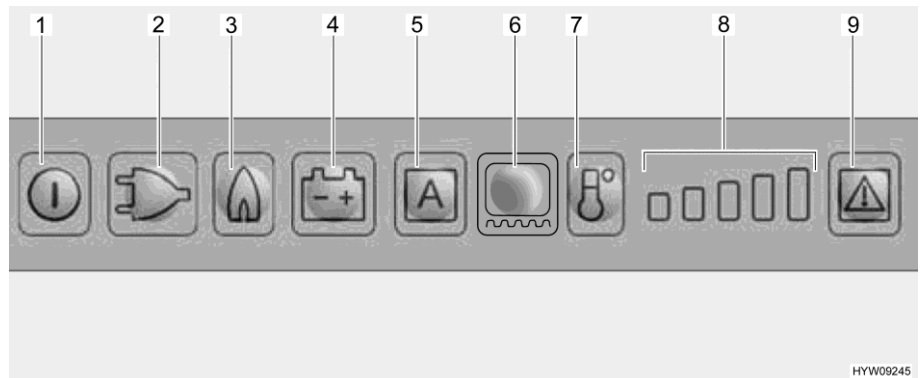

Bild 160 Lysdiödsreglage (kylskåp Dometic)
När gasdriften väljs öppnas tändsäkringen automatiskt så att gas kan strömma till brännaren. Samtidigt tillkopplas den elektroniska tändaren. Om gaslågan skulle slockna, t. ex. på grund av att det blåser, aktiveras tändaren direkt igen och tändar gasen. Vid störningar i gasdrift blinkar ljusknapparna Gas (Bild 160,3) och Störning (Bild 160,9) och det låter i 20 sekunder en akustisk signal.
- Tryck på på/av-knappen (Bild 160,1) i cirka 2 sekunder. Kylskåpet slår på sig, det senast inställda driftläget indikeras.
- Välj driftläge: ■ Tryck in de belysta knapparna för önskat driftläge (Bild 160,2 - 4) eller för det automatiska läget "AES" (Bild 160,5) (endast för AES utförande).
- Ställa in kyltemperaturen: ■ Ställ in kyltemperaturen med knappen kylnivåer (Bild 160,7). Kylnivåindikatorerna (Bild 160,8) visar den valda termostatinställningen.
- Slå från: ■ Tryck på på/av-knappen (Bild 160,1) i cirka 2 sekunder.
När kylskåpet sätts på väljs automatiskt en termostatinställning i mittläge. Denna inställning kan ändras manuellt med knappen temperaturnivåval (Bild 160,7). Det tar alltid några timmar innan man har en normal drifttemperatur i kylskåpet. Vid omkopplingen till ett annat driftläge, bibehålls termostatinställningen.
- Ställa in driftstiden: ■ Koppla in ramvärmen under 2 timmar: Tryck på ljusknappen ramvärme (Bild 160,6) en gång. En stapel i kylnivåindikatorerna (Bild 160,8) tänds.
- Koppla in ramvärmen under 5 timmar: Tryck på ljusknappen ramvärme (Bild 160,6) två gånger. Två staplar i kylnivåindikatorerna (Bild 160,8) tänds.
- Ställa in ramvärmen på kontinuerlig drift: Tryck på ljusknappen ramvärme (Bild 160,6) tre gånger. Två staplar i kylnivåindikatorerna (Bild 160,8) tänds.
Kylnivåindikatorn (Bild 160,8) visar under några sekunder ramvärmens driftslängd.
Vid en störning blinkar lysknappen Störning (Bild 160,9). Dessutom blinkar antingen en av de lysknapparna Driftläge eller kylnivåvisningen. Dessutom ljuder en akustisk varningssignal. För råd beträffande felindikering och felavhjälpning, se kapitel 15.
- ▷ Tryck, efter åtgärdande av ett fel på gasdriften, in lysknappen Återställ (Bild 160,9).